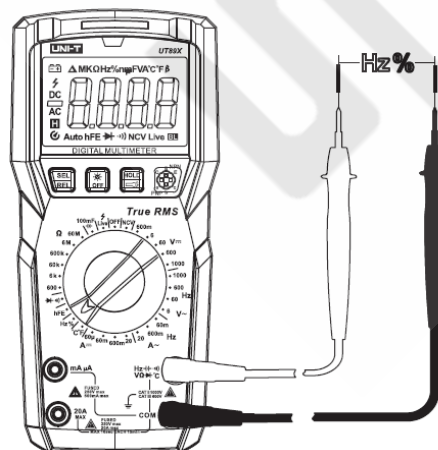

Рисунок 9
**9.7 Измерение частоты, рабочего цикла (Рис.9)**